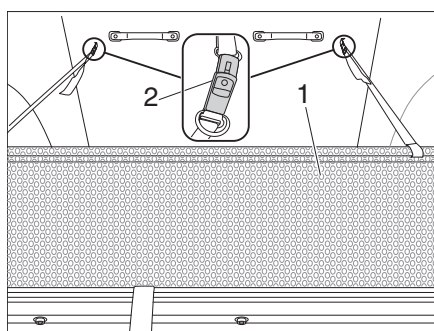

Figure 8 Dispositif de protection contre les chutes
- Retirer la protection antichute (Figure 8,1) de dessous le matelas.
- Fixer la protection antichute au toit relevable à l'aide d'une boucle de sangle (Figure 8,2).
- Enlever la boucle de sangle (Figure 8,2).
- Ranger la protection antichute (Figure 8,1) sous le matelas.